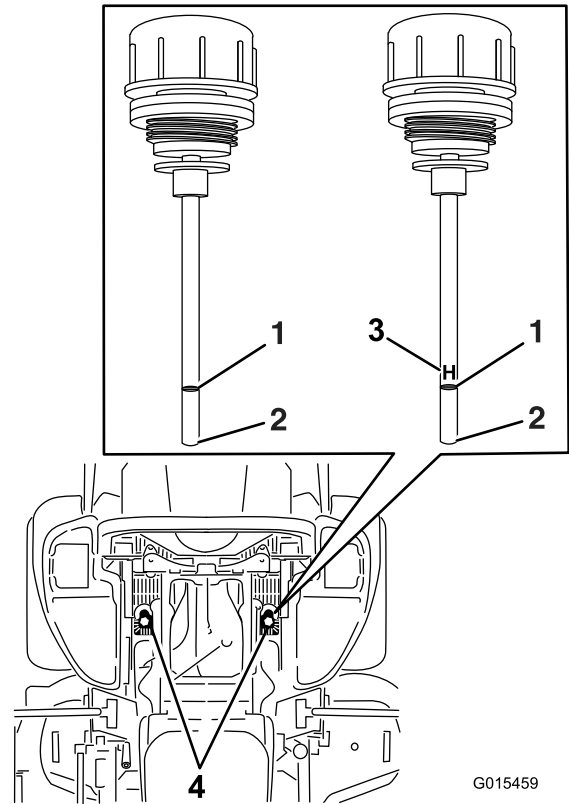

Figure 82
6. Nettoyez la surface autour des jauges des réservoirs du système hydraulique (Figure 82).
7. Sortez une jauge du réservoir hydraulique (Figure 82).
9. Ressortez la jauge et examinez son extrémité (Figure 82).